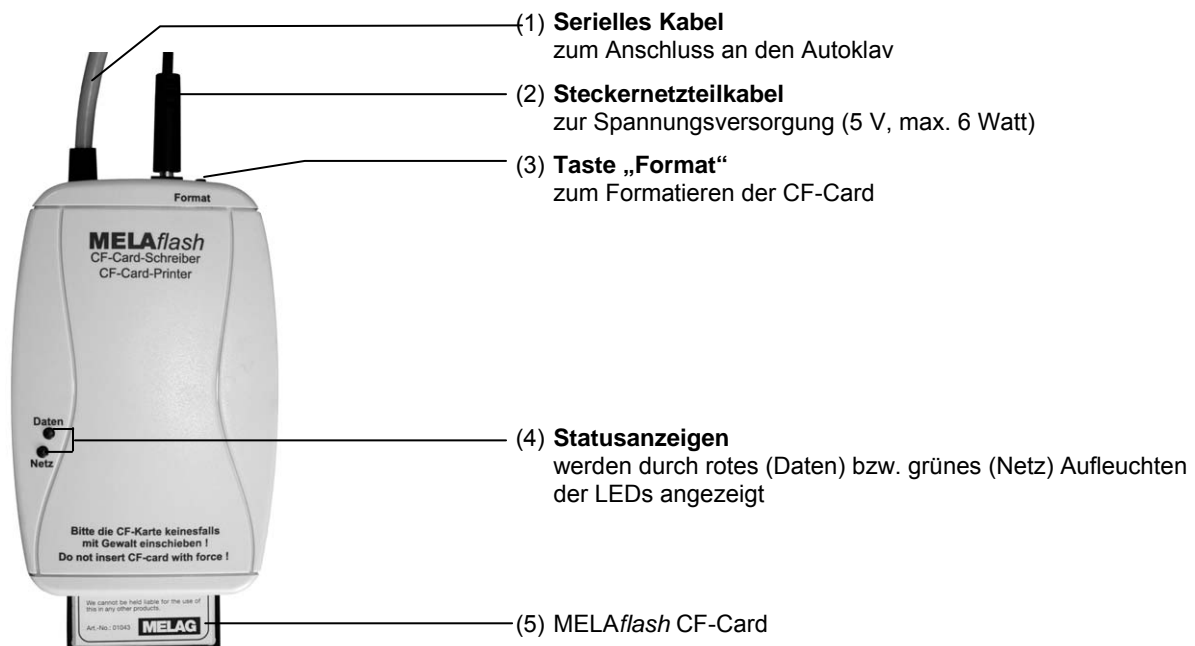

Abbildung 1: Geräteansichten
- Zur Spannungsversorgung schließen Sie das Kabel des mitgelieferten Steckernetzteils an die rechte Buchse (siehe Seite 4, Abbildung 1/(1)) des CF-Card-Schreibers.